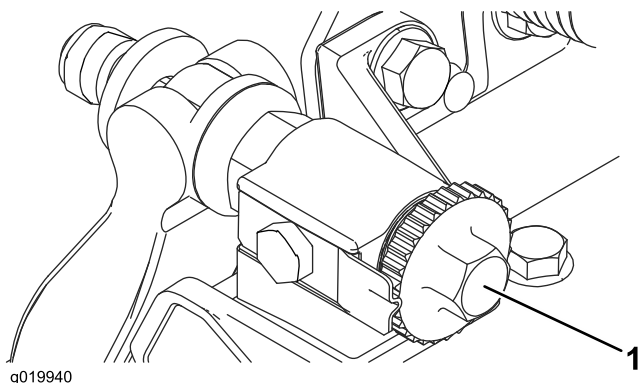

图8
- 将滚刀组放在平整、水平的工作表面上。逆时针旋转底刀架调节螺丝，确保底刀架不与滚刀接触（图8）。